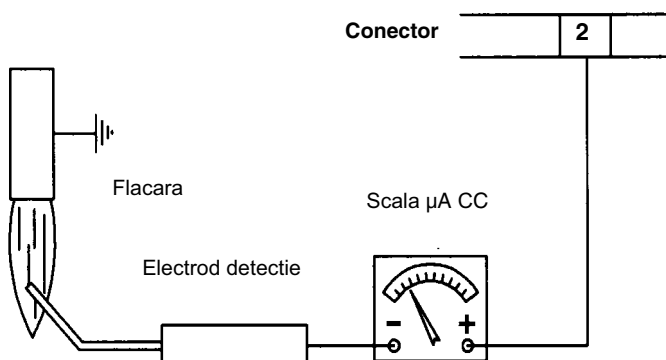
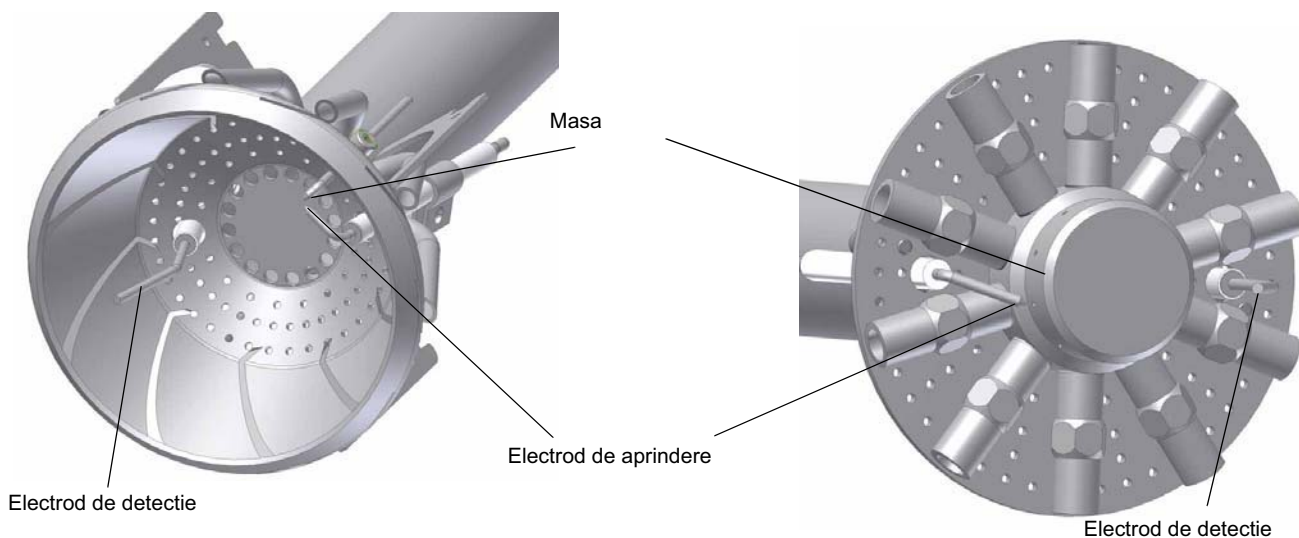

Fig. 61
Fig. 62
- Verificați electrozii de aprindere și detecție, care se curăță și se reglează dacă este cazul (vezi Fig. 62). În caz de dubiu, verificați curentul de detecție corespunzător schemei de la Fig. 61.
Daca arzatorul se blocheaza , faceti urmatoarele operatiuni de inspectie : Pentru a masura semnalele de detectie (flacara) priviti la schema din Fig. 61. Daca semnalul este mai mic decat valoarea data, verificati pozitia electrodului de detectie , contactele electrice si, daca este nevoie, inlocuiti electrodul de detectie .